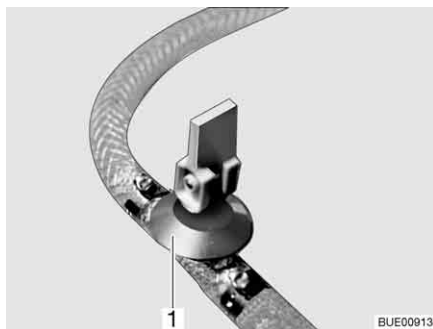
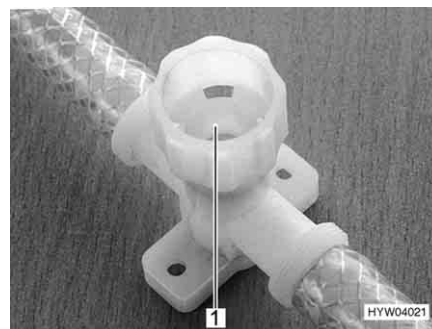

Fig. 238 Llave de desagüe (con balancín)
Fig. 239 Llave de desagüe (con tapa giratoria)
- Cerrar todas las llaves de desagüe. Para esto, poner el balancín de la llave de desagüe (Fig. 238,1) en posición horizontal o girar la tapa de la llave de desagüe (Fig. 239,1) en el sentido de las agujas del reloj.